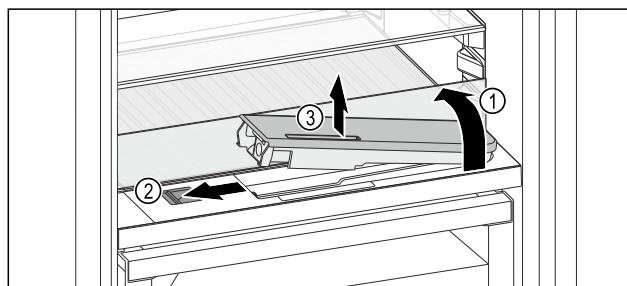

Fig. 122
- Løft glaspladen og klap den bagud til anslag Fig. 122 (1).
- Skyd skyderen Fig. 122 (2) mod venstre.
- Tag vandbeholderen Fig. 122 (3) ud.